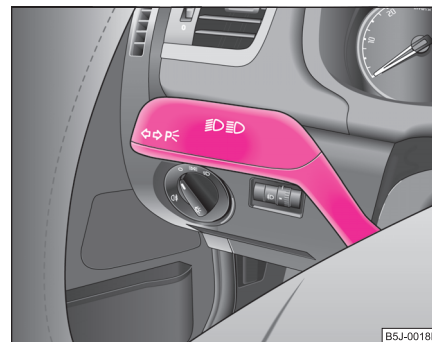

Fig. 39 Maneta de acționare a luminilor de semnalizare și a luminii de drum
- Apăsăți maneta luminii de drum în față, pentru a aprinde lumina de drum ⇒ pagina 59, fig. 39.
- Apăsați maneta în sus, respectiv în jos ⇒ fig. 39.